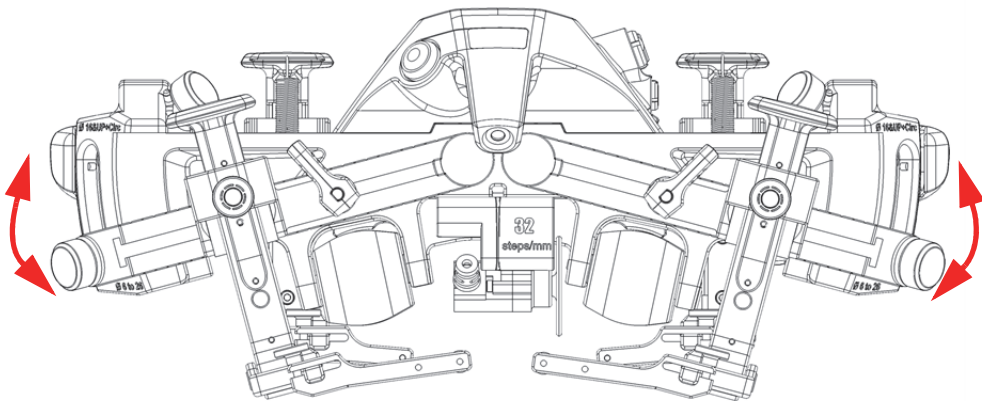

Abbildung 2-2 Sensoraufnahmen in abwärts gerichteter Position
2. Schwenken Sie die beiden Sensoraufnahmen, bis sie ihre Endlagen erreichen (Abbildung 2-2 auf Seite 40).